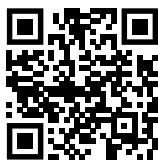

Fig. 116
- ▶ Nyissa meg a Liebherr SmartMonitoring Dashboard oldalt. (lásd Fig. 116)